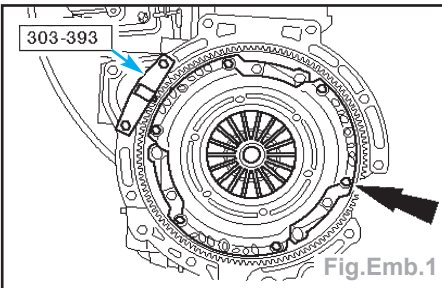

Fig.Emb.1
- A l'aide de l'outil spécial, bloquer le volant moteur et déposer le disque et le plateau de pression d'embrayage (Fig.Emb.1).